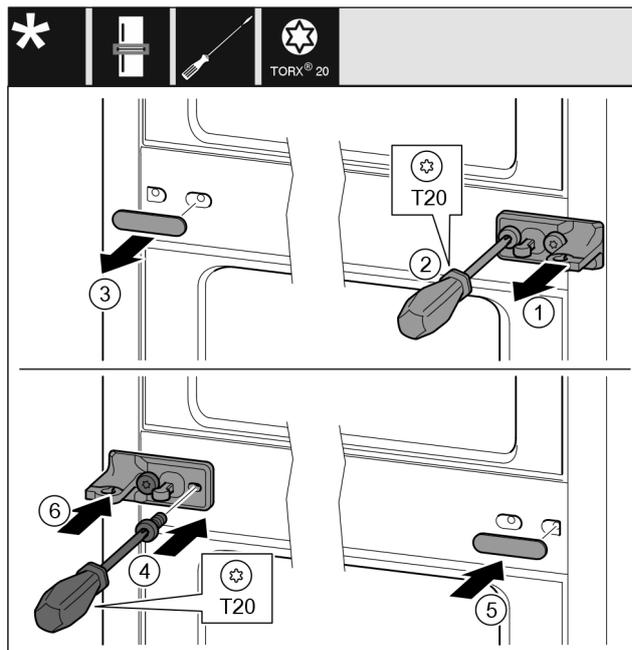

Fig. 33
- ▶ Retire la arandela. Fig. 33 (1)
- ▶ Desenrosque los tornillos con el destornillador T20. Fig. 33 (2)
- ▶ Retire la cubierta con cuidado. Fig. 33 (3)
- ▶ Atornille el soporte de cojinete con la lámina girado 180° en el otro lado para fijarlo. Fig. 33 (4)
- ▶ Coloque la cubierta girada 180° en el otro lado. Fig. 33 (5)
- ▶ Coloque la arandela desde la parte delantera. Fig. 33 (6)